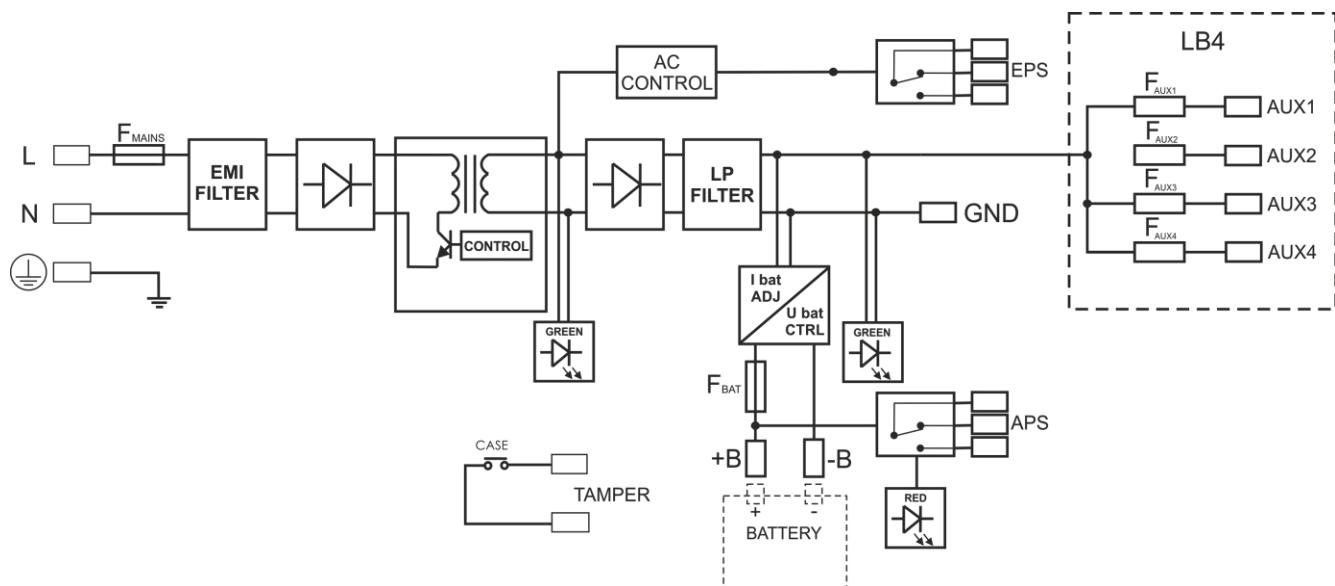

Fig.1. Schema a blocchi dell'alimentatore.
1.2. Schema a blocchi (fig. 1).